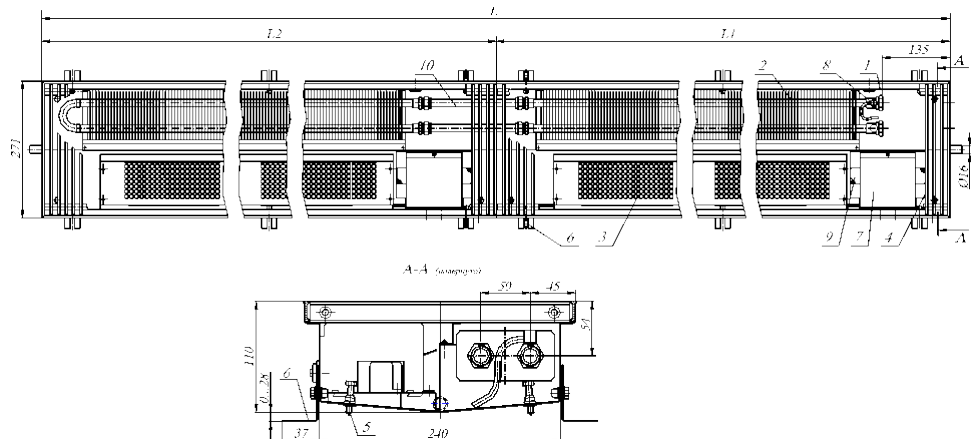

Рис.1 Конвектор КВОК12 27.11.310...600-ВКТ-II
4.1. Каждая секция конвектора имеет (см. рис.1, 3):
4.2 Размеры изделий представлены на Рис.1, 2, 3, 4 и в таблице 1, 2.